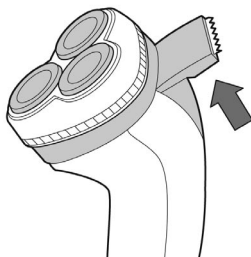

Рис. 3
Сдвиньте переключатель триммера по направлению вверх (Рис.3). Включите бритву выключателем (7). Расположите триммер под правильным углом к коже и передвигайте его постепенно вниз, подравнивая уса или виски. Выключите бритву и сдвиньте переключатель триммера по направлению вниз.